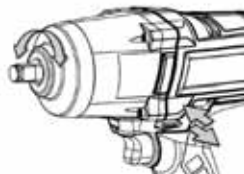

Fig. 2
4. Gebruik de staaf voor vooruit/achteruit op de aandrijfeenheid om de machine de andere kant op te laten werken (zie fig. 2). De aanwijzingen voor de rotatie worden ook weergegeven op de voorkant van de balk.